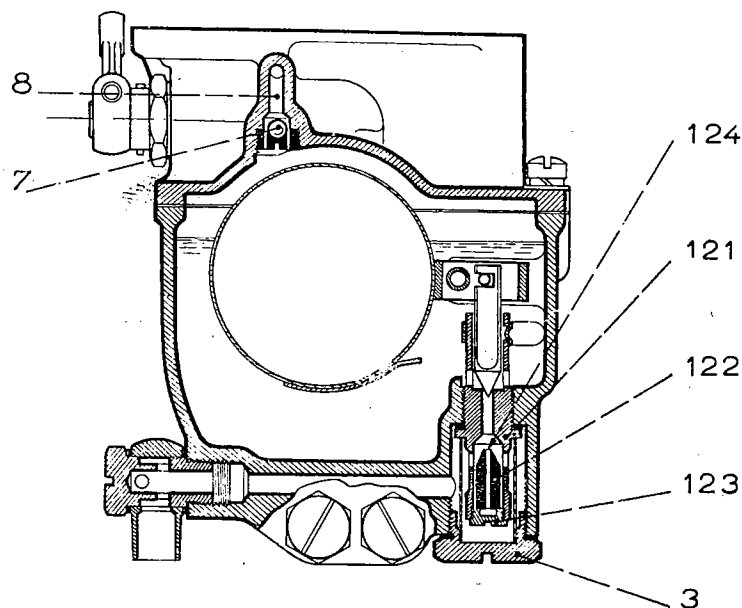

FIG. 27 — FONCTIONNEMENT EN VOL NORMAL
**Dispositif de vol inversé :** Carburateur 60 IGSA (*fig. 27 et 28*).
En position normale (*fig. 27*), le clapet mobile (122) repose sur le bouchon (123) et il n'intervient pas dans le circuit d'alimentation d'essence qui s'effectue de la façon habituelle par le siège d'arrivée d'essence contrôlé par le pointeau (5).
*Voir fig. 27 et 28.*
- Gicleur principal (10) . . . . . } 13.004 M
- Gicleur d'enrichisseur (35). . . . . } Clé Zénith